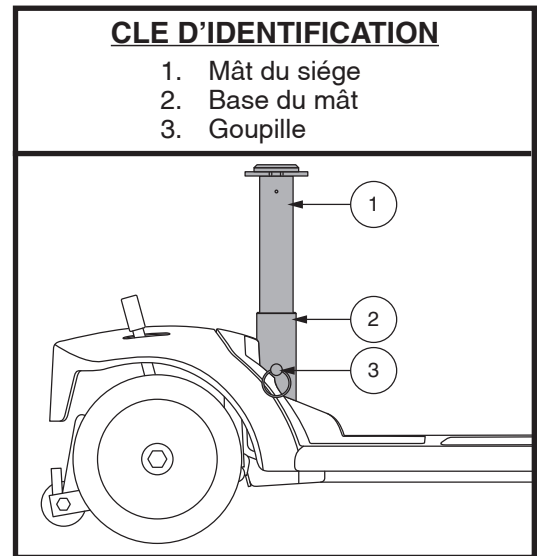

Figure 26. Réglage de la hauteur du siège
La hauteur du siège peut être réglée à volonté. **Voir la figure 26.**
2. Retirez le mât du siège du Travel Scooter en retirant la goupille de détente de la partie inférieure du mât du siège, puis soulevez le mât vers le haut et enlevez-le du Travel scooter. **Voir la figure 26.**